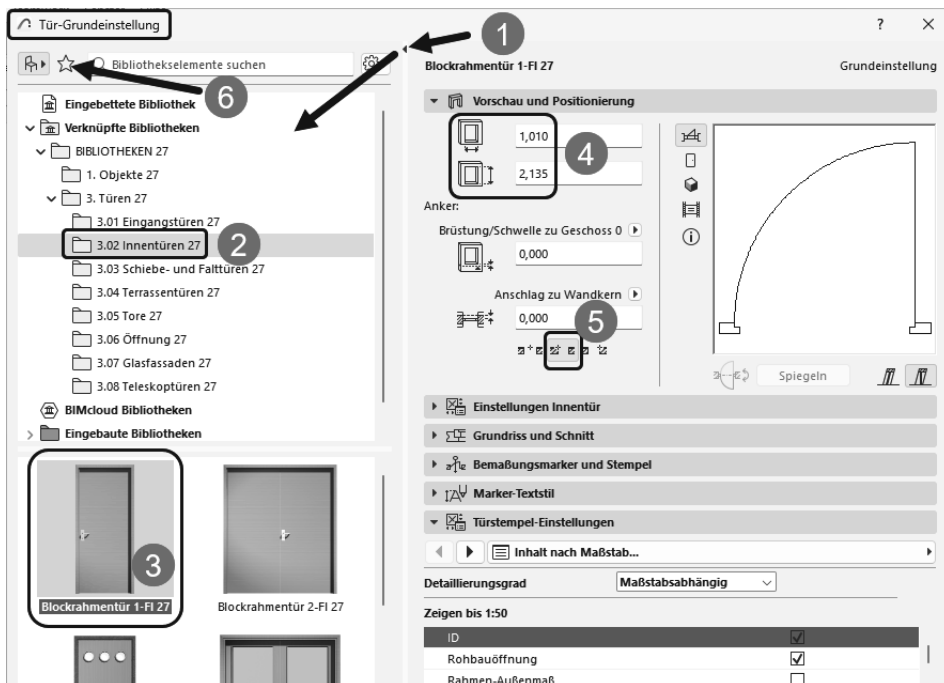

Abb. 1.48: Tür auswählen und Parameter bestimmen
Die erste Tür soll nun an der in Abbildung 1.19 gezeigten Position in der rechten Außenwand 2,49 m unterhalb der Wandecke oben eingebaut werden. Es ist keine Eingangstür, weil später noch ein Windfang davorgebaut wird. Wenn Sie aus dem Werkzeugkasten das Tür-Werkzeug  aktivieren, erscheinen wieder die wichtigsten Eingabefelder im INFOFENSTER und alle im EINSTELLUNGSDIALOG  (**[Strg]+[T]**) der TÜR-GRUNDEINSTELLUNG (Abbildung 1.48). Die Tür kann mit einem der Pfosten oder der Mitte positioniert werden. Laut Bemaßung ist der Ankerpunkt links nötig  (Abbildung 1.19).
Den richtigen Typ der Tür können Sie aus VERKNÜPFTE BIBLIOTHEKEN ❶ auswählen (Abbildung 1.48):
- Blockrahmentür 1-Fl 27 ❷, ❸.
- Geben Sie die *Abmessungen* ein ❹ und
- aktivieren Sie den *Ankerpunkt* ❺.
- Bei Bedarf können Sie mit dem *Favoriten-Werkzeug* ❻ die Tür gleich zu Ihren *Favoriten* hinzufügen.